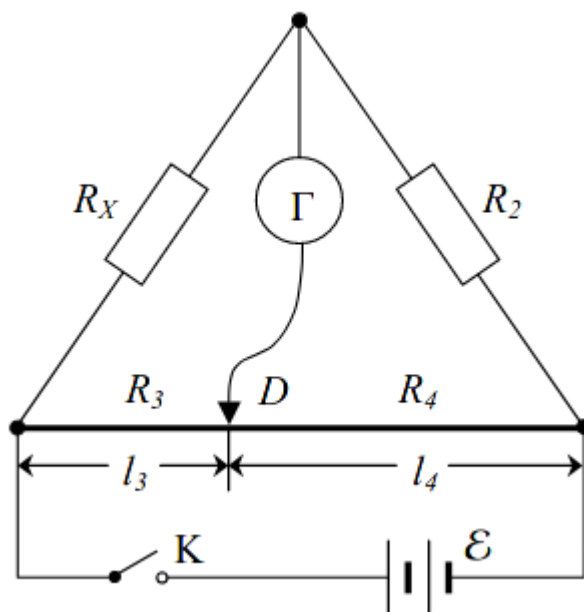

Рисунок 2
2. Собрать мостовую схему с реохордом (рис. 2);
В ходе эксперимента была выбрана нагрузка с номинальным сопротивлением 5000 Ом. По схеме на рис. 2 был собран линейный мост. Для шести разных значений R_2 путем перемещения ползунка D было найдено соотношение l_3 и l_4 , при котором гальванометр Γ показывал 0, т. е. мост был уравновешен. Значения были записаны в таблицу 2.